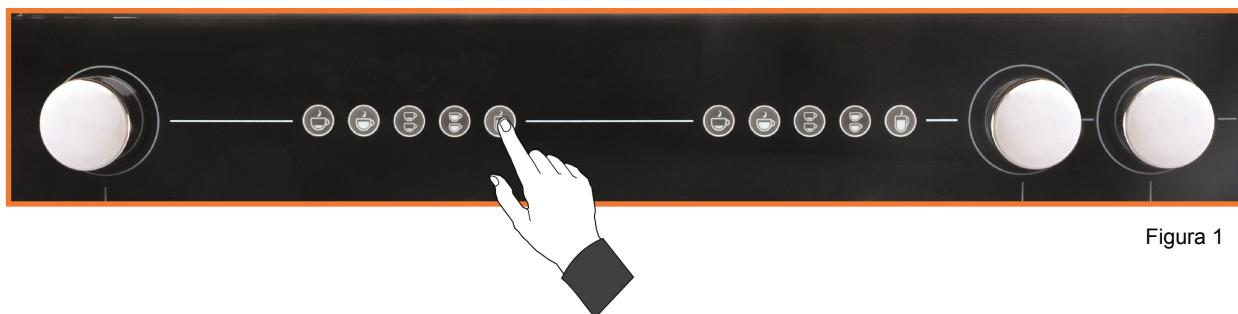

Figura 1
3. Mantener pulsados a la vez los botones de un café corto y café continuo del grupo 1 (izquierdo) ver figura 1.